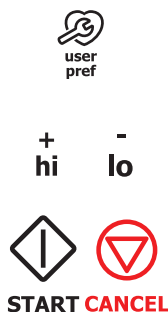

Figure 8: Affichage avec horloge activée (L) ou désactivée (R)
1. Appuyez sur **user pref** (préf utilisateur) jusqu'à ce que le mode **clock display** (affichage de l'horloge) s'affiche (Voir Figure 8).
2. Utilisez **hi +** ou **lo -** de chaque côté du zéro (0) sur le pavé numérique pour passer à l'option **CLO off**.